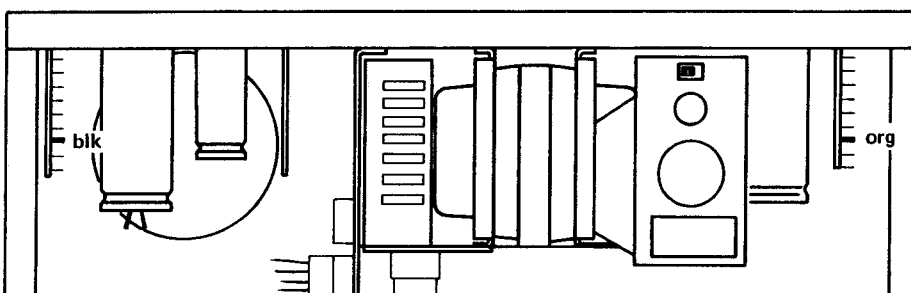

Fig. 5.2.- 4
- Ein Universalinstrument (mindestens 20'000 Ohm/VDC an Testpunkt TP 1 auf der Capstansteuerung 1.067.234/235 anschliessen (siehe Fig. 5.2. - 1).
- Connect multimeter (at least 20'000 Ohm / VDC to TP 1 on the capstan speed control board (see figure 5.2. - 1).
- Linke Bandzugwaage: Potentiometer R 3 (Fig. 5.2. - 2) so verstellen bis der Abstand a_1 von Oberkante der Tastenschiene bis zum Fühlerarm 46 mm beträgt.
- Rechte Bandzugwaage: Potentiometer R 3 (Fig. 5.2. - 3) so verstellen bis der Abstand a_2 von Oberkante der Tastenschiene bis zum Fühlerarm 50 mm beträgt.
- Left-hand tape tension sensor: Adjust potentiometer R 3 (fig. 5.2. - 2) to obtain a position of the guide roller so that distance " a_1 " equals 46 mm.
- Right-hand tape tension sensor: Adjust potentiometer R 3 (fig. 5.2. - 3) to obtain a position of the guide roller so that distance " a_2 " equals 50 mm.
- Palpeur gauche: régler le potentiomètre R 3 (Fig. 5.2. - 2) jusqu'à l'obtention d'un écart de 46 mm. Entre la partie supérieure du rail de guidage des touches et le palpeur.
- Palpeur droit: régler le potentiomètre R 3 (Fig. 5.2. - 3) jusqu'à l'obtention d'un écart de 50 mm. Entre la partie supérieure du rail de guidage des touches et le palpeur.
- Zwei-Kanal Oszilloskop anschliessen (Fig. 5.2. - 4):
- Connect double beam oscilloscope with channel 1 to pin 8 (orange wire, fig. 5.2. - 4) on the spooling motor control A 8 (supply side).
- Brancher un oscilloscope double trace (Fig. 5.2. - 4): 1er canal, sur le point 8 (fil orange) du print de régulation A 8 (débiteur), 2ème canal, sur le point 8 (fil noir) du print de régulation A 10 (récepteur).
— Im beleuchtetem Zustand muss am Punkt (A) (QP-END) eine Gleichspannung von 4.5 V sein (Fig. 5.2. - 5). Messung mit einem Universal-Instrument mit mind. 20.000 Ohm/VDC.
— Auf Laufwerk-Steuerung 1.067.230 (1): Widerstand R 9 von 33 k verkleinern bis die Spannung am Punkt (B) unter 300 mV sinkt (Fig. 5.2. - 5).
— Auf Laufwerk-Steuerung 1.067.230 (1), (2): Am Potentiometer R 69 die Spannung am Punkt (B) unter 300 mV einstellen (Fig. 5.2. - 5).
— Under illumination, point (A) (QP-END) must carry a DC potential of 4,5 V (fig. 5.2. - 5). Voltage readings are to be taken with a multimeter of at least 20'000 Ohm/VDC.
— On tape transport control circuit 1.067.230 (1): reduce R9 from 33 kOhm until the voltage at point (B) drops to below 300 mV (fig. 5.2. - 5).
— On tape transport control circuits 1.067.230 (1) / (2): adjust potentiometer R69 until reaching a voltage of less than 300 mV at (B) (fig. 5.2. - 5).
— Lorsque la cellule est éclairée, vous mesurez au point (A) (QP-END) une tension continue de 4,5 V (Fig. 5.2. - 5). La mesure est effectuée avec un voltmètre universel de 20000 Ω /VDC.
— Sur le circuit de commande 1.067.230 (1): réduire la valeur de la résistance R 9 de 33 k jusqu'à ce que la valeur mesurée au point (B) atteigne 300 mV (Fig. 5.2. - 5).
— sur le circuit de commande 1.067.230 (1) / (2): régler la tension en dessous de 300 mV à l'aide du potentiomètre R 69 (point (B) Fig. 5.2. - 5).